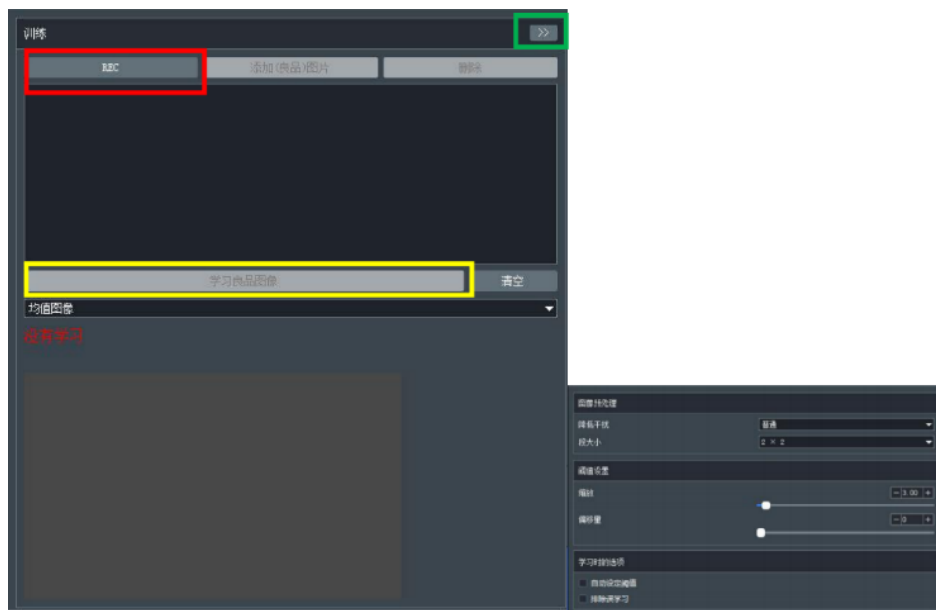

图 1-4 “学习良品图像”学习中
4. 点击“REC”按钮，可以添加良品图片；点击“更多设置>>”按钮，可设定学习参数，最后点击“学习良品图像”按钮进行学习，如图 1-4 所示。